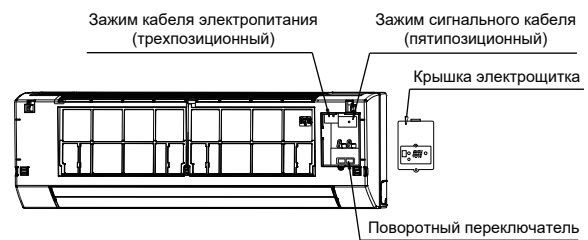

Рисунок 7-2
- Присоедините по отдельности кабель электропитания и сигнальный кабель, установите поворотный переключатель в требуемое положение (см. Рисунок 7-2).